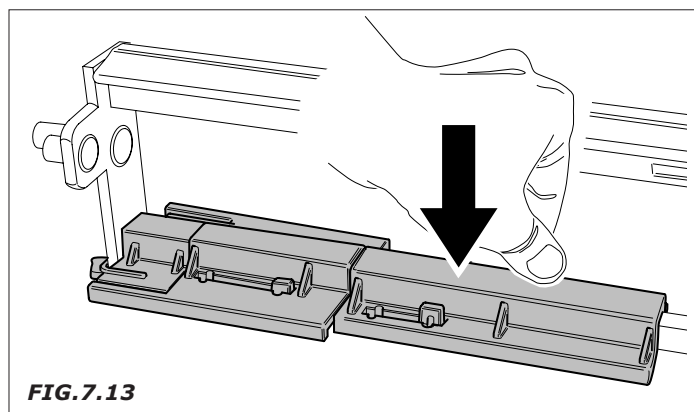

FIG. 7.13
- Introduzcan, según lo indicado en la *Fig. 7.13* el detalle 05203615 presionando con fuerza según lo indicado por la flecha hasta el encastre completo.